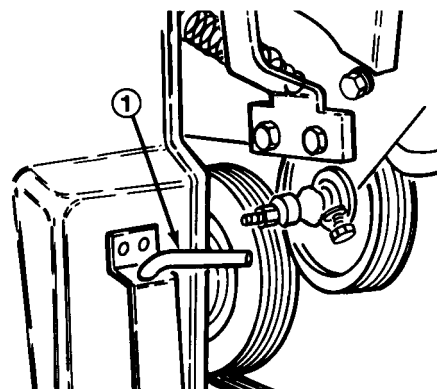

Figure 16
- B. Enlever la goupille de neutralisation du support de rangement à l'avant du couvercle de la tête d'aération (Fig. 16).
1. Enlever la goupille de neutralisation de la patte de rangement à l'avant du couvercle de la tête d'aération (Fig. 16).